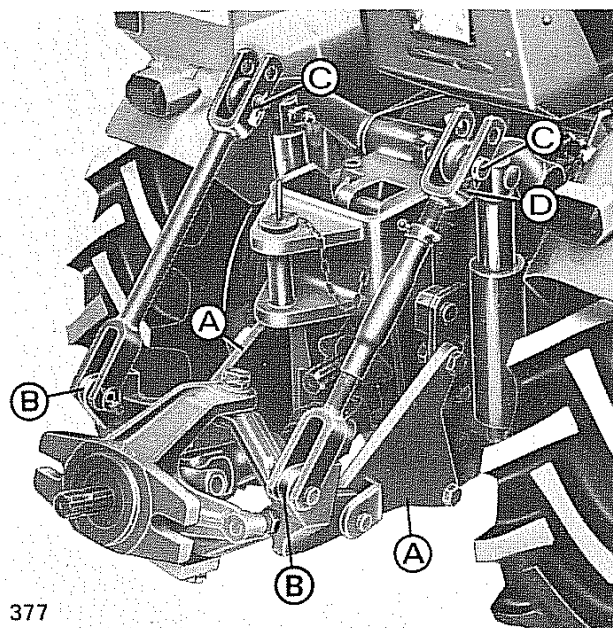

Fig. 74 - Snodo fresa
La trattrice serie 500 può essere dotata di un gruppo snodo fresa che serve per l'attacco di attrezzi e in particolare della fresa tipo "28" di ns. produzione. Per la corretta applicazione dello snodo occorre togliere i due bracci di sollevamento e il gancio di traino; applicare poi le due flange **A** alla trattrice e i due attacchi **B** ai tiranti di sollevamento come rappresentato in fig. 74.
N.B. - I due tiranti di sollevamento nella parte superiore vanno fissati tramite i perni C (fig. 74) nel primo foro in basso come indicato dalla apposita decalcomania D.
In caso di contemporanea necessità del gancio di traino e dello snodo fresa, applicare il gancio alla trattrice come in fig. 74.